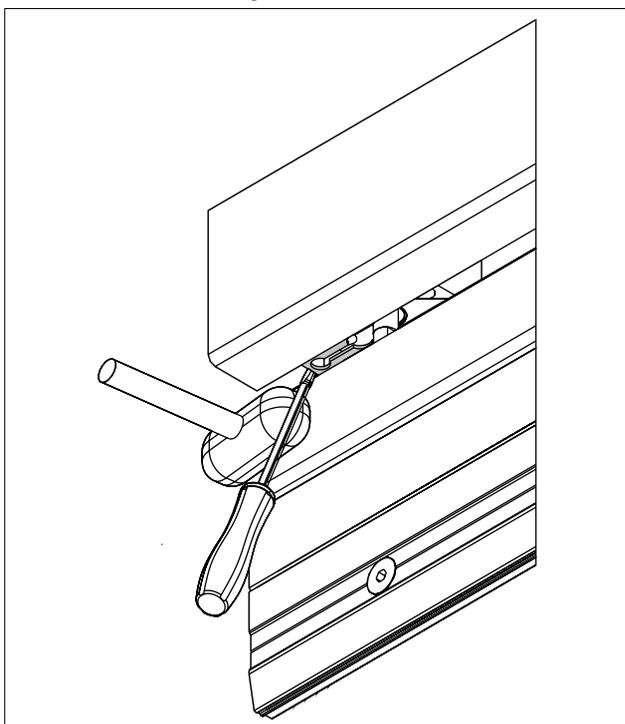

Abb. 26 Sicherungsblech fixieren
4. Sicherungsblech seitlich mit einem Kunststoffhammer und einen Schlitzschraubendreher über den Bolzen schnappen lassen (Abb. 26).